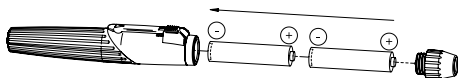

Fig. 3
Skru fra hverandre hodestykket (3) og rist ut de batteriene. Sett inn nye batterier med pluss-kontakten vendt mot toppen av håndtaket (fig. 3).